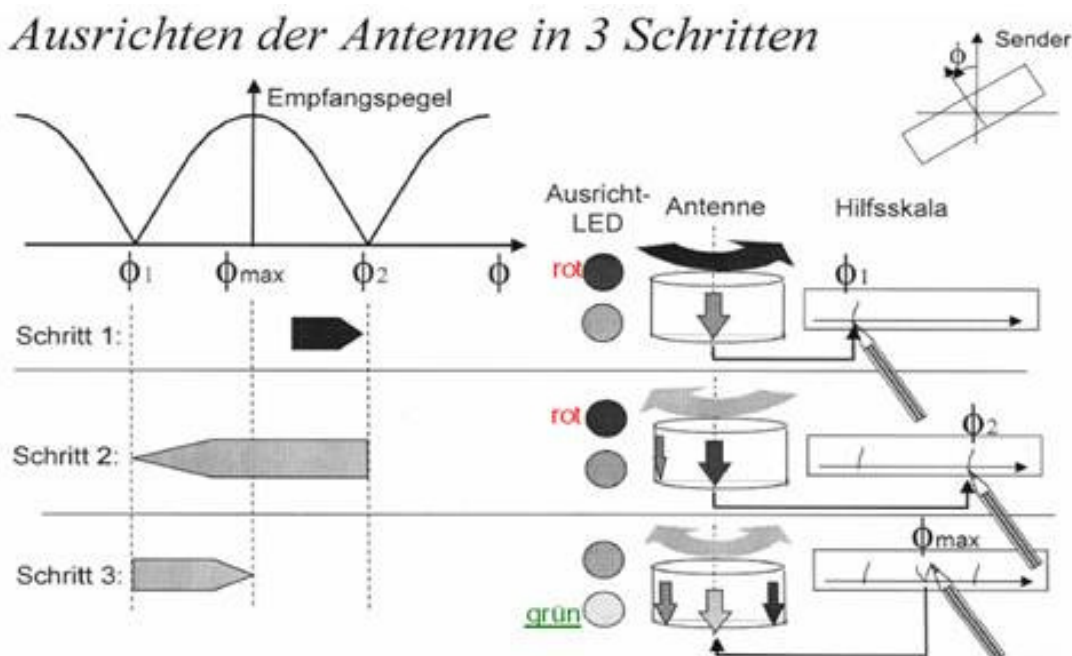

Bild 3: Ausrichten der Antenne
Schritt 1 (siehe Bild 3):
Schritt 2 (siehe Bild 3):
Schritt 3 (siehe Bild 3):